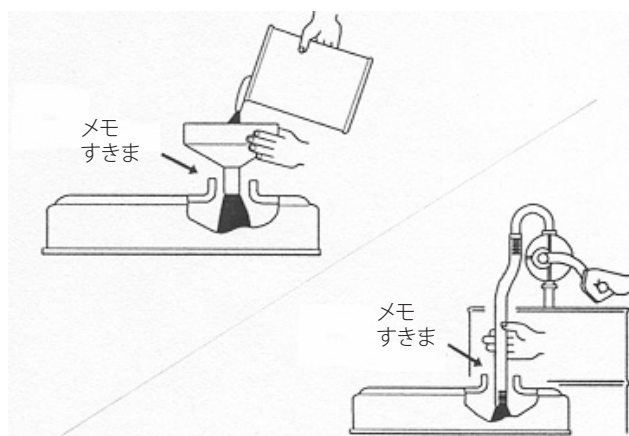

図 23
**重要** エンジン・オイルを補給するときには、ディップスティックを抜いておいてください。エンジン・オイルなどを補給する時には、補給口とジョウゴなどの間に 必ず 図23のようにすきまを設けてください。これは補給の際に通気を確保し、オイルがブリーザ内部に侵入しないようにするためです。